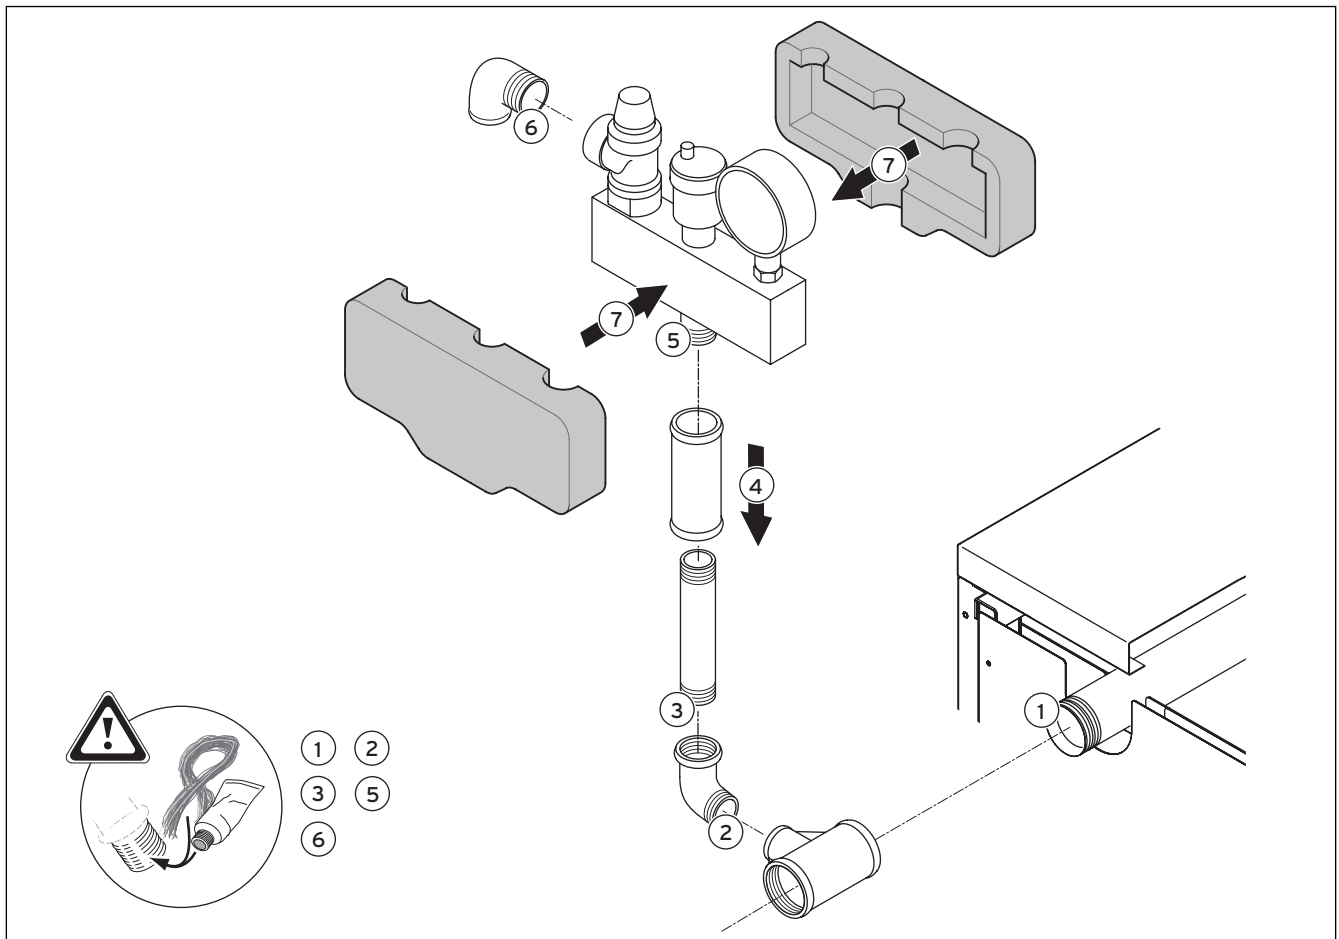

Fig 4.1 Montaggio del gruppo di sicurezza
- Montare il gruppo di sicurezza caldaia come illustrato nella fig. 4.1.